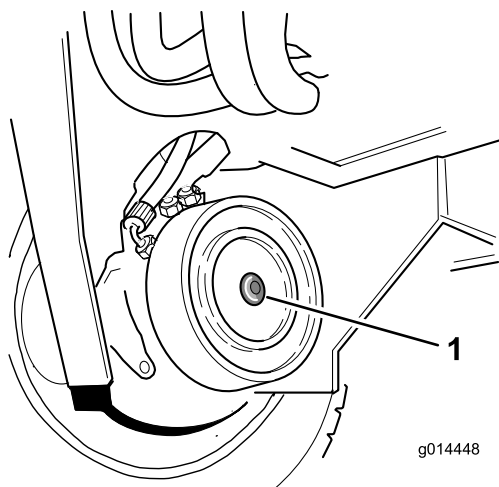

Figure 36
2. Identifiez le frein à disque du moteur de roue avant droite et enlevez le bouchon hexagonal (Figure 36).